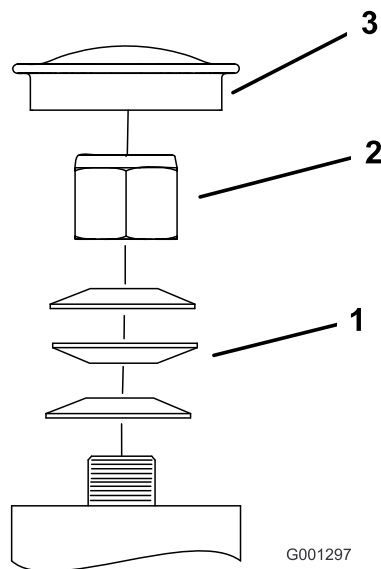

Figura 60
3. Retire o tampão antipoeira da roda e aperte a porca de freio (Figura 60).
4. Aperte a porca de freio até que as anilhas de mola estejam planas e, em seguida, recue 1/4 de volta para aplicar devidamente a pré-carga nos rolamentos (Figura 60).
Importante: Certifique-se de que as anilhas de mola estão correctamente montadas como apresentado em Figura 60.
5. Instale o tampão antipoeira (Figura 60).